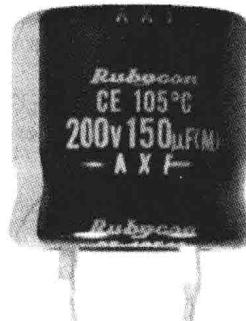

图 1-16 陶瓷电容
(4) 电解电容：以铝、钽、钛等金属氧化膜作介质的电容器，容量大、稳定性差，外形如图 1-16 所示。